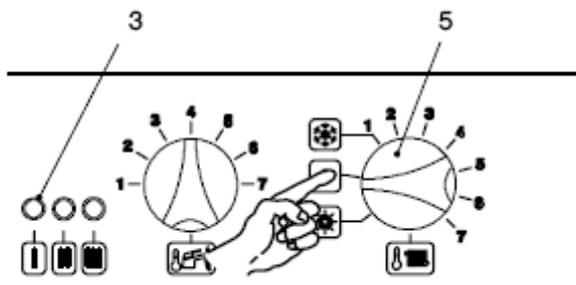

Fig. 6.4.
21. Apagar a caldeira, colocando o comutador 5 na posição “0”, fig. 6.4.